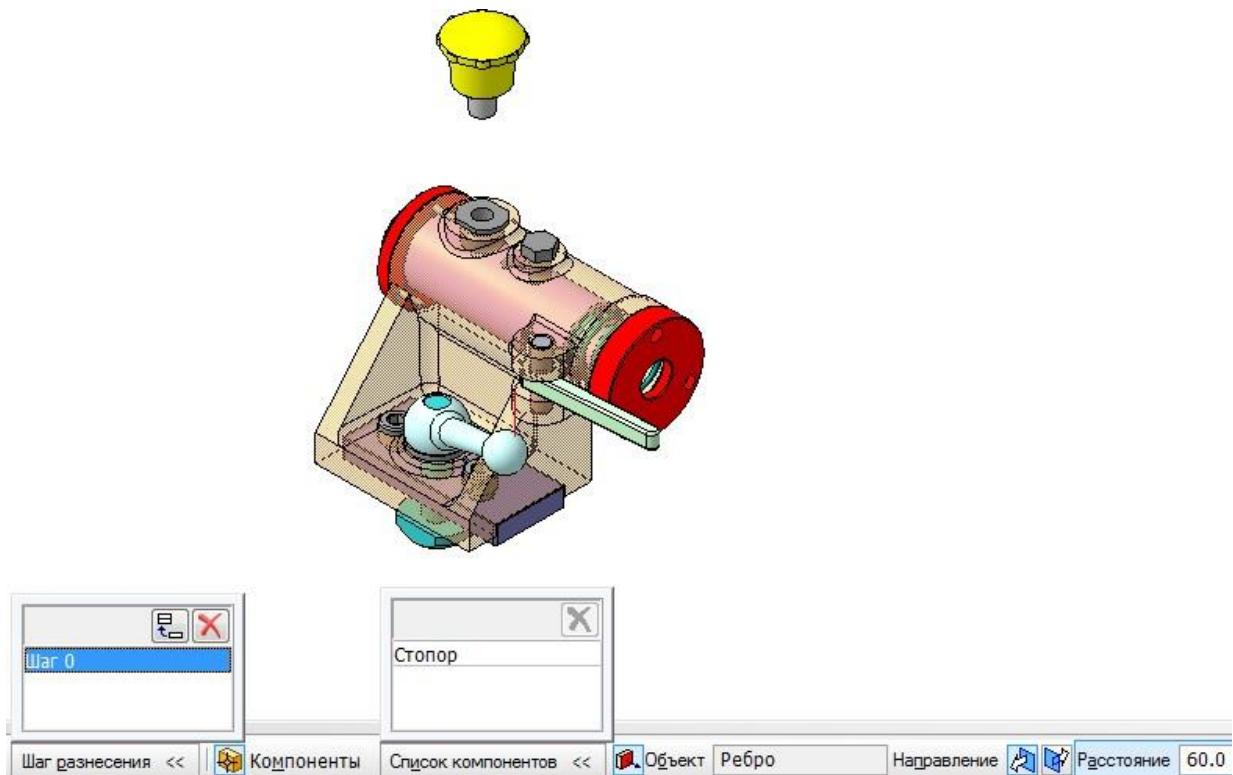

Рис. 113
- на **Панели свойств** в раскрывающемся списке **Шаг разнесения** (рис. 113) нажмите на кнопку **Добавить** (будет создан шаг разнесения под номером **0**);